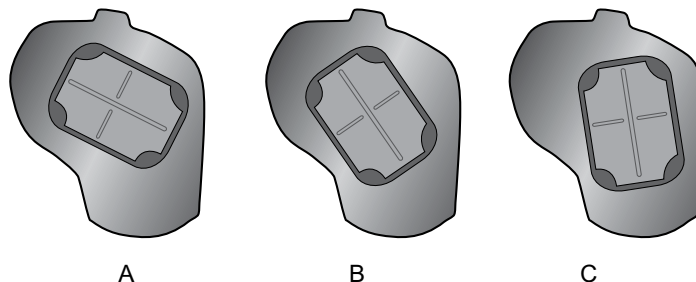

Figure 6-15 : Panneaux d'ajustement des fléchisseurs
1. Sélectionnez un panneau d'ajustement des fléchisseurs qui provoquera le mouvement désiré de la main. Reportez-vous à la Figure 6-15.